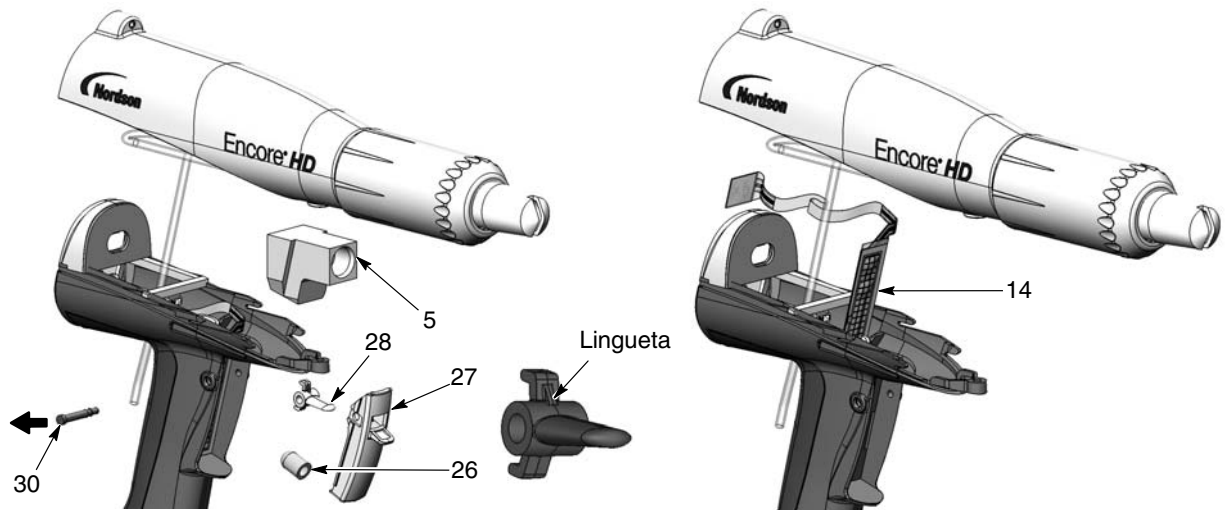

Figura 6-8 Substituição do interruptor dos gatilhos
3. Consulte a figura 6-8. Puxe o cotovelo (5) para fora do tubo de entrada.
4. Empurre a extremidade com menor diâmetro do eixo (30) para fora do punho usando um punção com extremidade plana ou outra ferramenta.
5. Retire, do punho, o gatilho de pintura (27), o atuador (26) e o gatilho de purga (28).
6. Utilize uma ferramenta para sacar o interruptor do gatilho (14) do punho, depois puxe-o para cima e para fora do punho.
1. Consulte a figura 6-8. Oriente o novo interruptor (14) com a grelha voltada para a frente da pistola, depois enfie cuidadosamente a extremidade quadrada inferior do interruptor na ranhura do punho.
4. Monte o gatilho de purga (28) no gatilho de pintura (27) com a lingueta voltada para cima, como ilustrado. **Não monte o gatilho de purga ao contrário.**
5. Posicione os gatilhos no punho e segure-os no seu lugar enquanto empurra o eixo (31) através do punho e dos gatilhos até a cabeça do eixo ficar à face com o punho. O eixo encaixar-se-á no seu lugar se for montado corretamente.